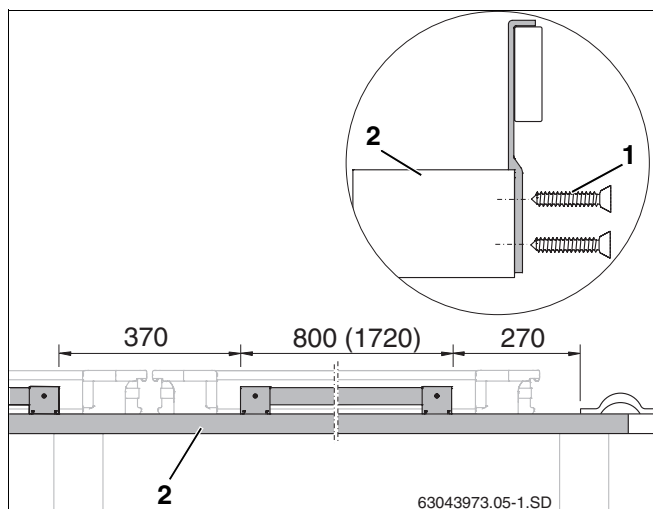

Fig. 11 Fijación de los seguros contra deslizamiento al listón de tejado (dimensiones en mm, valor entre paréntesis = ejecución horizontal)
- Coloque el seguro contra deslizamiento montado previamente sobre el primer listón de tejado adicional (fig. 11, **pos. 2**) y fíjelo mediante dos tornillos 4 x 40 (fig. 11, **pos. 1**) (tenga en cuenta la medida).